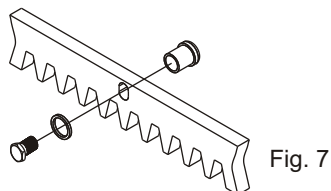

Fig. 7
5.2. Fijar a cada elemento de cremallera los distanciadores del soporte mediante los correspondientes tornillos de bloqueo, teniendo cuidado de posicionarlos en la parte superior del agujero (Fig. 7);